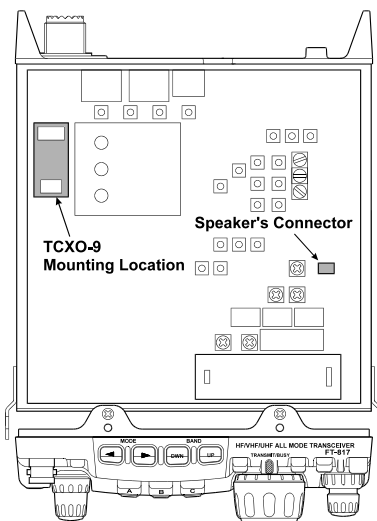

Figura 3
3. Refiérase a la Figura 3 para ubicar sobre el tablero las Unidades de Referencia “REF UNIT” que vienen definidas de fábrica. Retire dichas unidades y luego ubique el oscilador **TCXO-9** de modo que sus conectores queden alineados con los pasadores de fijación del tablero, haciendo presión sobre él hasta que quede debidamente instalado en su lugar.